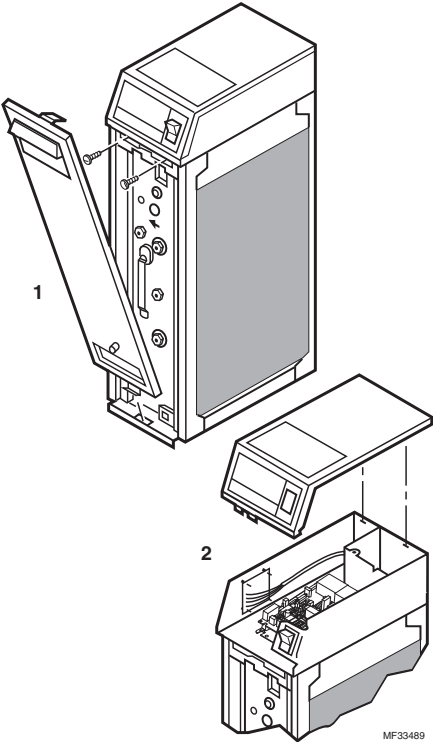

Fig. 1. Emplacement du bloc d'alimentation sur les épurateurs d'air à deux cellules F50E.
- ❑ Ouvrir la porte ou la grille d'accès. Voir les Fig. 1 à Fig. 5.